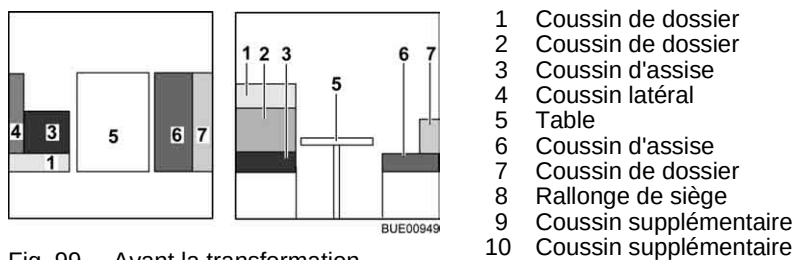

Fig. 99 Avant la transformation
- Convertir la table (Fig. 99,5) en sommier de lit (voir paragraphe 6.10).
- Mettre sur le côté les deux coussins de dossier (Fig. 99,1 et 2).
- Placer le coussin latéral (Fig. 99,4) de côté.